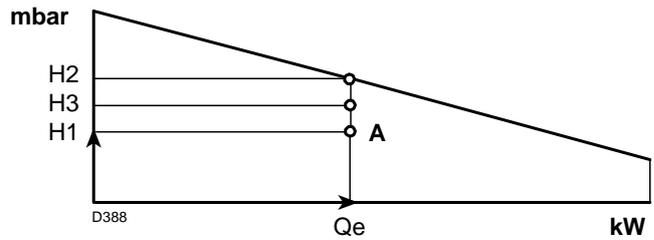

Fig. 3
- 4 Tracer une verticale à partir du point A)(Fig. 3), et trouver la pression maximale H2 de la plage de puissance.
Si H3 est supérieure à H1)(Fig. 3), le brûleur peut fournir le débit demandé.